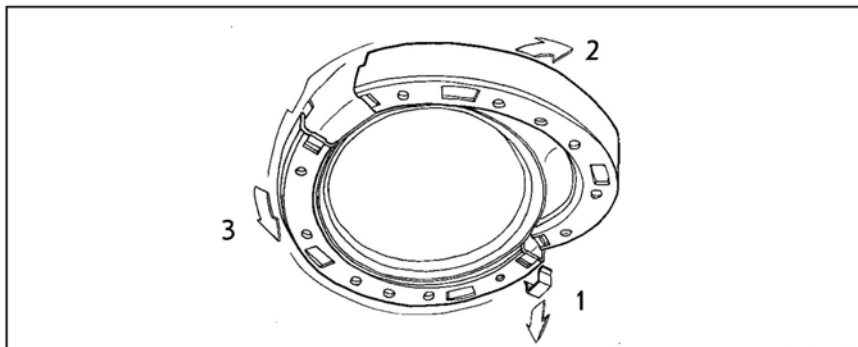

Рис.17
- Заменить кольцо фланца см.рис.17.